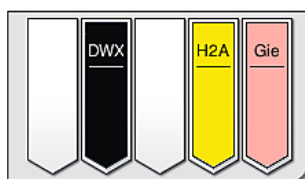

Fig. 87
- Når et stativ har gennemgået farvningsprocessen, transporteres det ind i udføringsskuffen (→ "Fig. 19-4") og anbringes i en tilgængelig position (→ "Fig. 87"). Brugeren informeres om dette med en informationsmeddelelse og en signallyd.